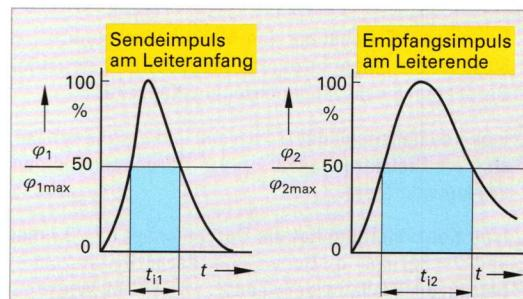

Bild 2: Impulsverbreiterung durch Modendispersion
- Am Anfang eines Glasfaserleiters der Länge 10 km beträgt die Dauer eines Messimpulses 7,5 ns. Am Ende des Leiters wird die Impulsdauer 30,9 ns gemessen (**Bild 2**). Berechnen Sie die Dispersion der Glasfaser.